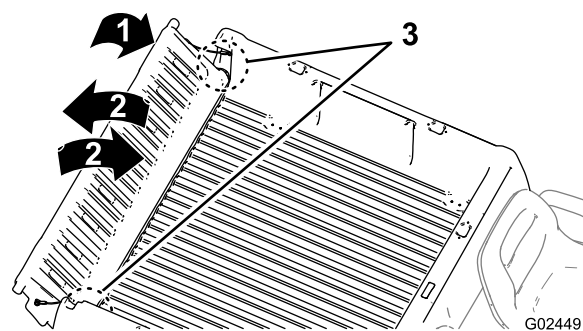

Figura 21
2. Ruotate la sponda posteriori in posizione di circa 45° (Figura 21).
3. Agitate con un movimento rapido per ruotare la sponda posteriore avanti e indietro più volte (Figura 21).